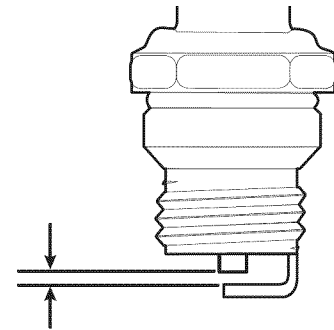

Fig. 25
4. Use un calibrador de hoja para ajustar abertura de la bujía a **0.025 pulgadas (0.635 mm)** (Fig. 25).